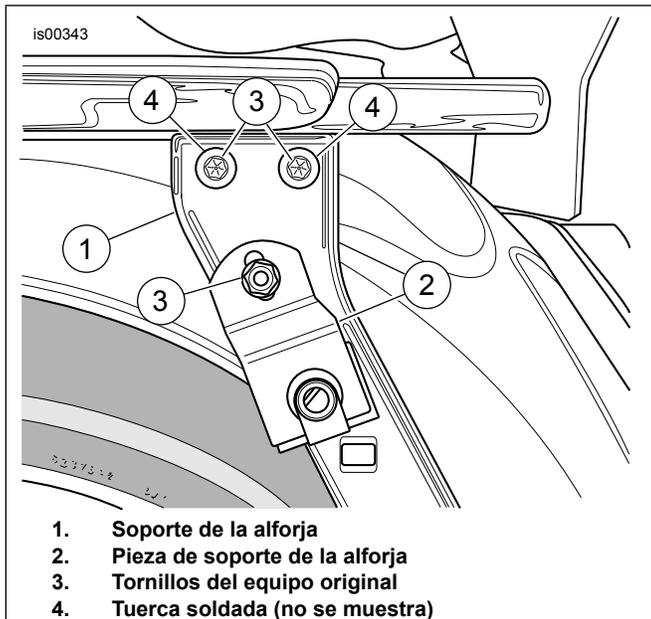

Figura 3. Tornillos del equipo original (lado izquierdo)
7. Vea Figura 3 . Retire y deseche los tornillos existentes (3) de cada lado de la motocicleta.